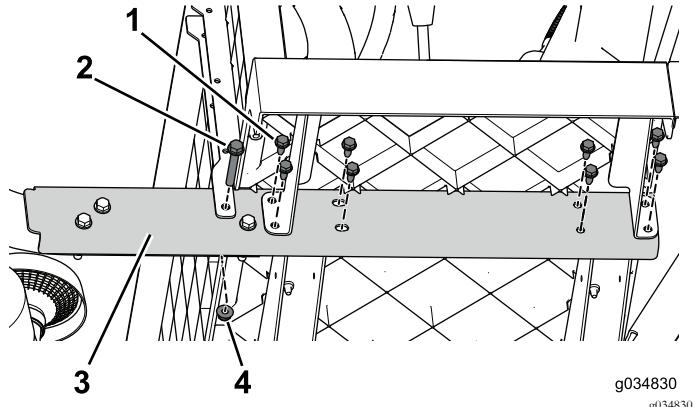

Figure 16
- Retirez les boulons à embase (3/8" x 2 1/2") et les écrous qui fixent le longeron à la machine (Figure 16). Procédez de même des deux côtés de la machine.
- En progressant de l'avant vers l'arrière, retirez les boulons à embase (5/16" x 3/4") qui fixent le longeron à la machine (Figure 16). Procédez de même des deux côtés de la machine.